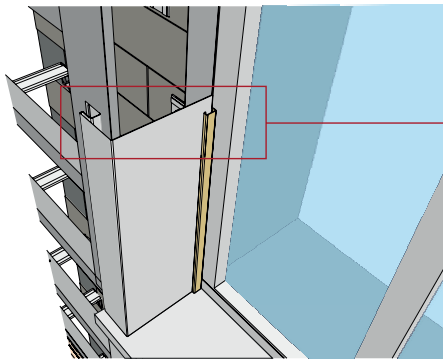

Рисунок 55
- 15.4** Ширина приоконной планки подгоняется и подрезается под глубину оконного проема. Измерьте расстояние от окна до внешней части обрешетки (рис. 55), прибавьте к нему 30 мм. Перенесите это расстояние на широкую часть приоконной планки (рис. 56). Лишнее отрежьте, используя правило, нож или ножницы.